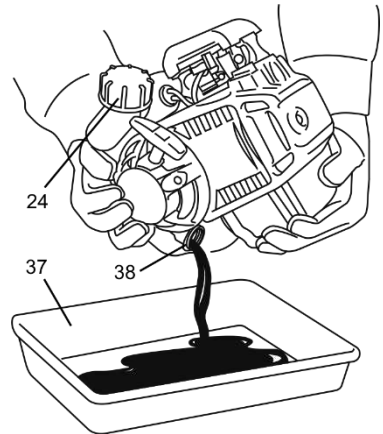

Рисунок 14
- Нахиліть виріб таким чином, щоб зліти моторну оливу з картера двигуна через заливну горловину (38, рисунок 14).